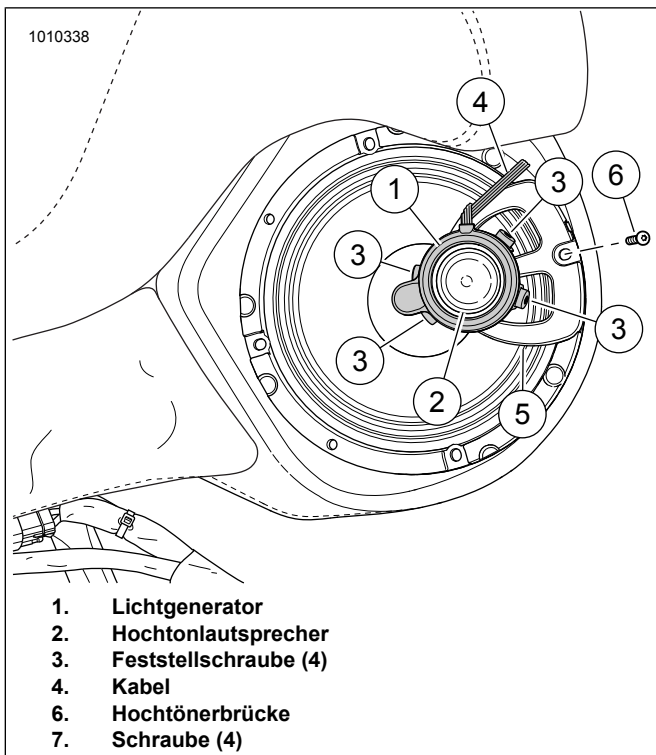

Abbildung 15. Lautsprecher, Hochtonlautsprecher, Hochtönerbrücke und LED-Beleuchtung
Siehe Abbildung 15. Den Lichtgenerator (1) wie dargestellt auf die Hochtönerbrücke (2) setzen. Lichtgenerator leicht andrücken.